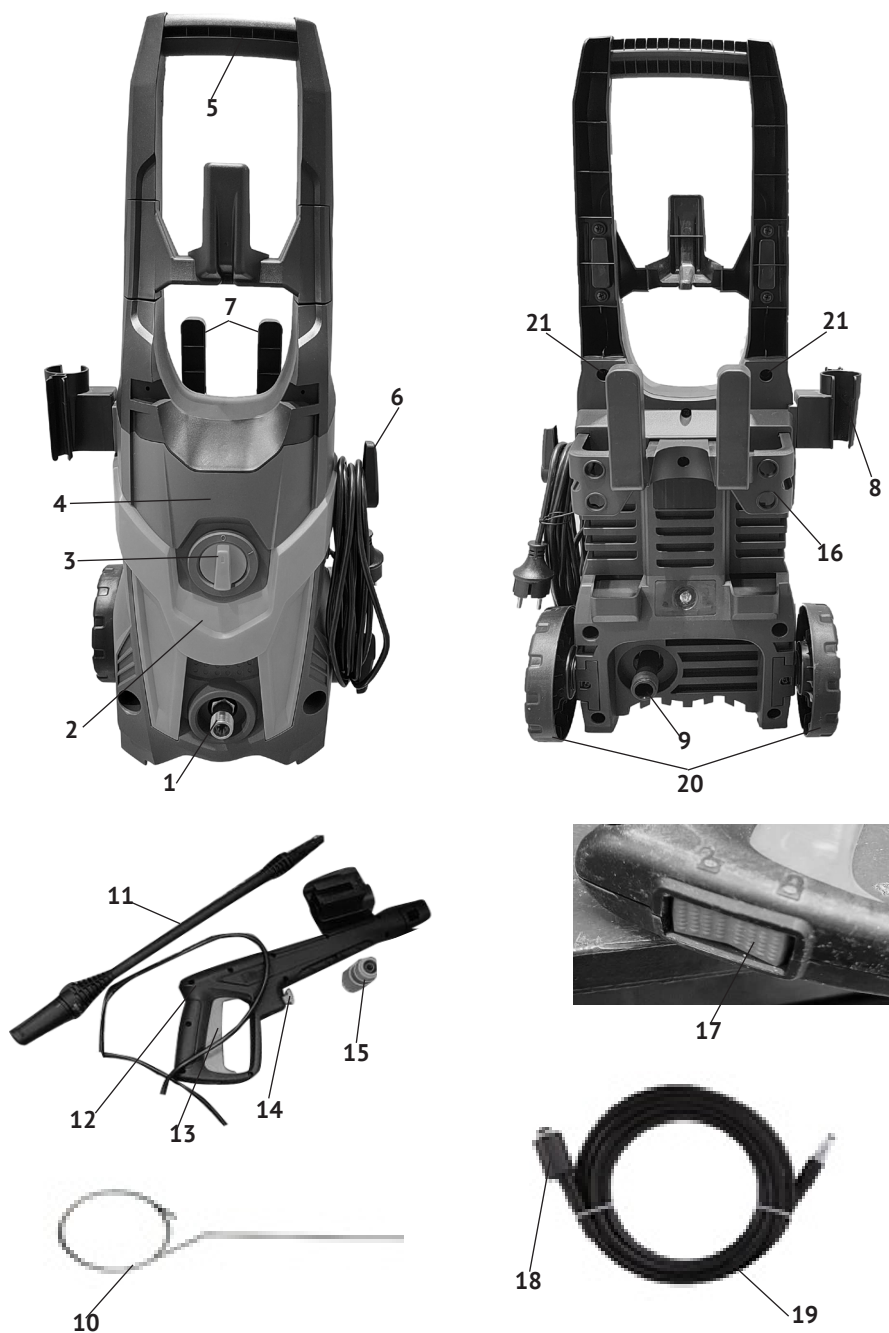

рис. 1
Подключение к сети электродвигателя осуществляется выключателем (рис.1 поз.3, на передней панели), имеющим два фиксированных положения «0» - выключено и «I» - включено.
4.1 Общий вид мойки представлен на рис. 1
Электродвигатель с плунжерным насосом расположены в пластиковом корпусе, состоящем из скреплённых между собой передней (рис.1 поз.4) и задней (рис.1 поз.16) панелями. Сверху на корпусе расположена ручка (рис.1 поз.5) для транспортировки. На держателе (рис.1 поз.8) крепится пистолет (рис.1 поз.12) с насадкой-удлинителем с установленной насадкой-распылителем (рис.1 поз.11). Выключатель сети (рис.1 поз.3), выходной штуцер (рис.1 поз.1) расположены на передней панели (рис.1 поз.4) мойки. На крюки (рис.1 поз.6) закреплён кабель питания с вилкой. На задней панели (рис.1 поз.16) расположен патрубок для входа воды, на который крепится входной коннектор с фильтром (рис.1 поз.15). К коннектору, через переходник (не входит в комплект поставки), подключается шланг подачи воды.
В нижней части рукоятки пистолета (рис.1 поз.12) расположена клавиша блокировки курка от случайного включения (рис.1 поз.17) с символами: «замок закрыт» - заблокировано, «замок открыт» - разблокировано.
Включение мойки осуществляется нажатием на курок (рис.1 поз.13) пистолета. Мойка снабжена системой тотал – стоп (TSS), то есть, после отпускания курка автоматически отключается двигатель с насосом.
После распаковки мойки проверьте комплектность поставки. Осмотрите корпус мойки, пистолет и насадки на предмет наличия повреждений при транспортировке. Если ручка (рис.1 поз.5) не установлена, прикрутите её 2-я винтами (рис.1 поз.21) к корпусу мойки. Соберите инструмент в следующей последовательности:
Нажать пусковой курок пистолета, чтобы выпустить воздух из системы подачи воды. Заблокировать пусковой курок, переведя клавишу (рис.1 поз.17) в положение «замок закрыт».
Подключить мойку к питающей электросети и установить выключатель (рис.1 поз.3) в положение «I».
Разблокировать пусковой курок (рис.1 поз.13) пистолета, чтобы приступить к работе.